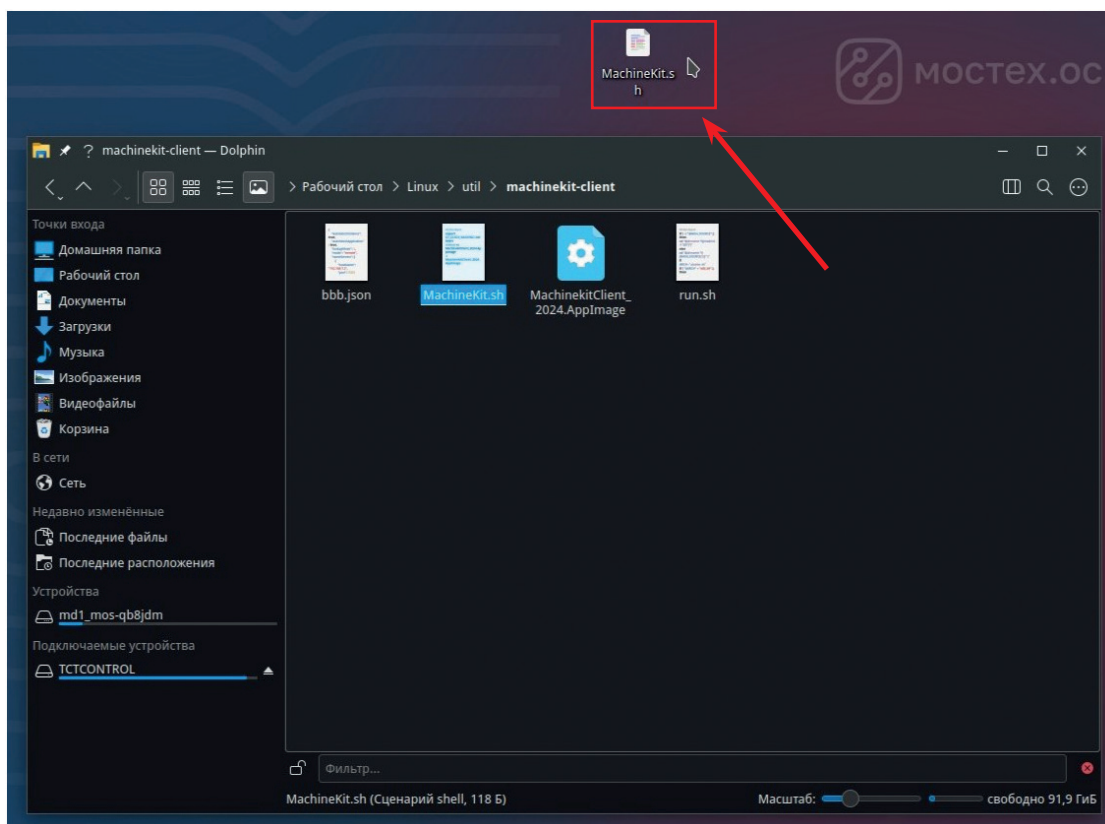

Рис. 21
- Нажмите один раз левой кнопкой мыши на **виджет MachineKit.sh** (рис. 21).